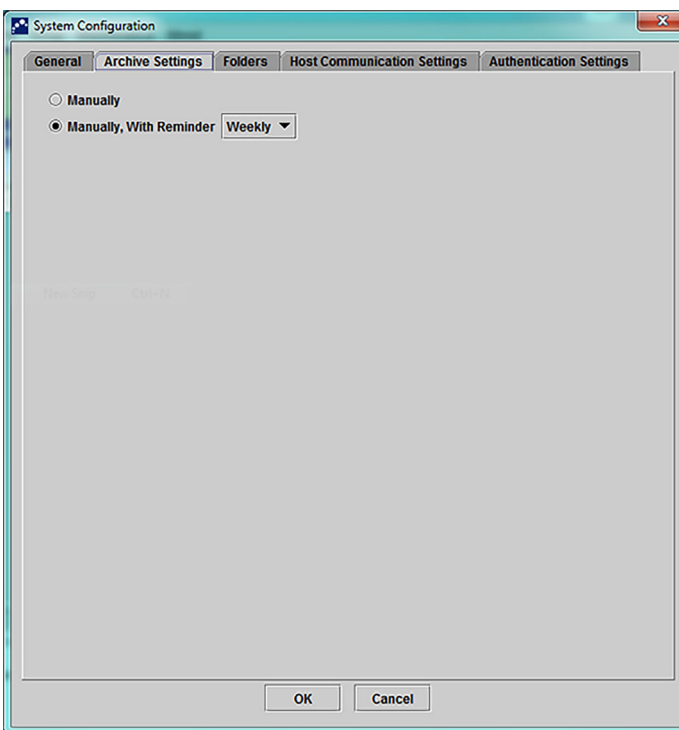

Figura 2-79. Caseta de dialog Configurare sistem (Fila Setări de arhivare)
2. Selectați fila **Setări de arhivare (Archive Settings)**. Se afișează informațiile din fila **Setări de arhivare (Archive Settings)**. Consultați Figura 2-79.